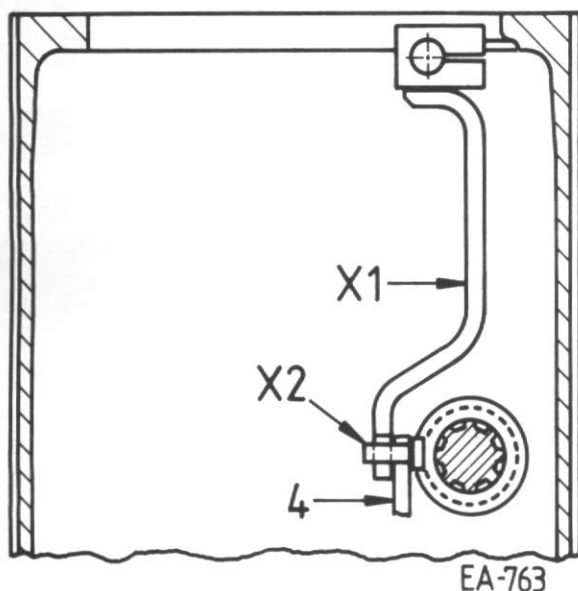

Figure 145a
Le levier de blocage (X1) Fig. 145a, connecte la fourchette de gamme route (4), par l'entremise des taquets coulissants (X2), dégageant l'entraînement de la prise de force proportionnelle quand la gamme route l'est.